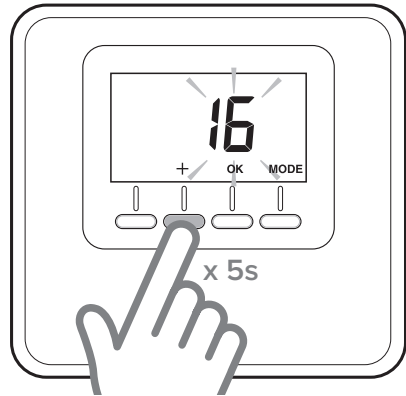

Abb. 14
- Die Taste „+“ auf dem Raumsensor (Abb. 14) 5 Sekunden lang drücken. Das Display zeigt abwechselnd die Software-Version und den Änderungsindex.